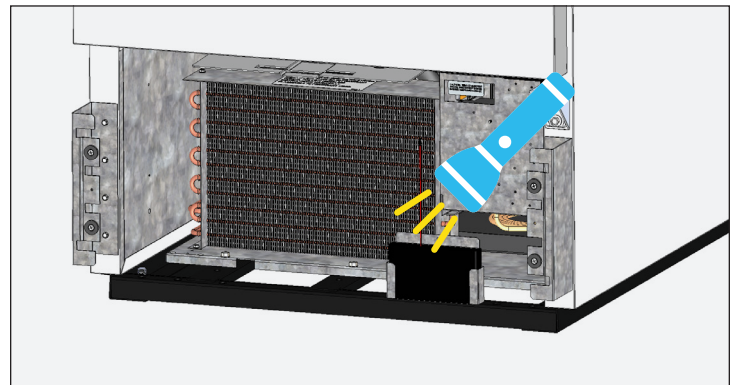

Fig. 6. Compruebe que se hayan eliminado todas las obstrucciones.
4. Después de eliminar la suciedad de la superficie del serpentín, use una linterna para verificar que puede ver a través del serpentín y observar cómo gira el aspa del ventilador del condensador. Véase la fig. 6.